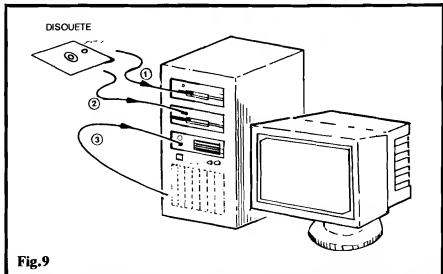

Fig.9
- FIG. 9 - COMO COLOCAR, "FISICAMENTE", UM PROGRAMA NO PC... - A figura mostra uma aparência genérica de PC atual... Os PROGRAMAS, originalmente, vem em disquetes (discos flexíveis de 5 1/4" ou 3 1/2", conforme já explicado...) e assim os ditos cujos devem ser inseridos no respectivo drive (1 ou 2, na fi-